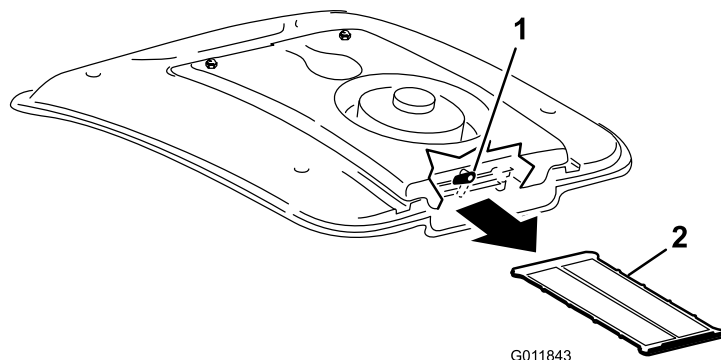

Рисунок 74
2. Установите в боковое положение защелку на задней стороне опоры вентилятора (Рисунок 74).
3. Вытяните сетку кондиционера воздуха из-под змеевика кондиционера (Рисунок 74).
4. Тщательно очистите решетку сжатым воздухом (Рисунок 74).